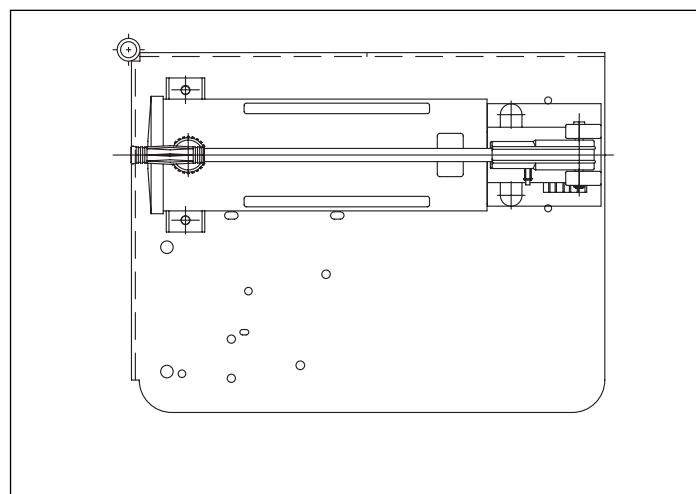

Figura 4, pompa manuale P-802
3. Montare la pompa manuale sul piano in quattro posizioni usando le apparecchiature fornite. Usare delle staffe per fissare saldamente la parte superiore della pompa. Vedere Figura 4.